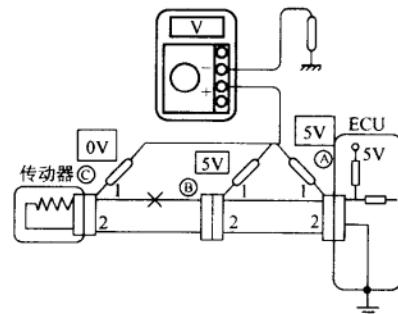

图 1-11 测量电压
② 检查电压。在电脑连接器端子加有电压的电路中，可以用测量电压的方法来检查断路故障，如图 1-11 所示。在各连接器接通的情况下，电控单元输出端子电压为 5V 的电路中，如果依次测量连接器④的端子 1、连接器⑤的端子 1 和连接器⑥的端子 1 与车身（搭铁）之间的电压，测得的电压值分别为 5V、5V 和 0V，则可以判定⑤的端子 1 与⑥的端子 1 之间的配线有断路故障。